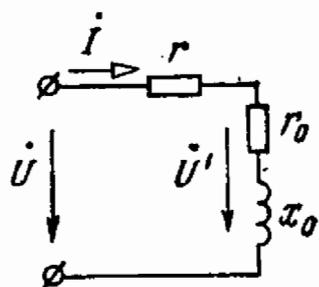

Рис. 10.9
10.9. Определить сопротивления r_0 и x_0 схемы замещения катушки с ферромагнитным сердечником (рис. 10.9) по следующим